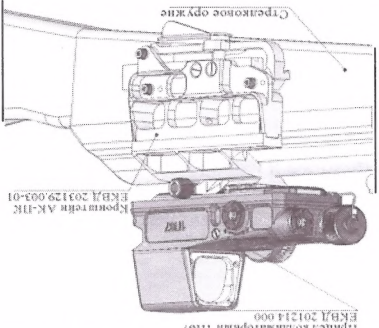

Рис. 6 Боевое положение прицела с кронштейном АК-ПК на оружии
2.3.3 Приведение прицела, кронштейна АК-ПК из походного положения в боевое положение на стрелковом оружии (рис.6).